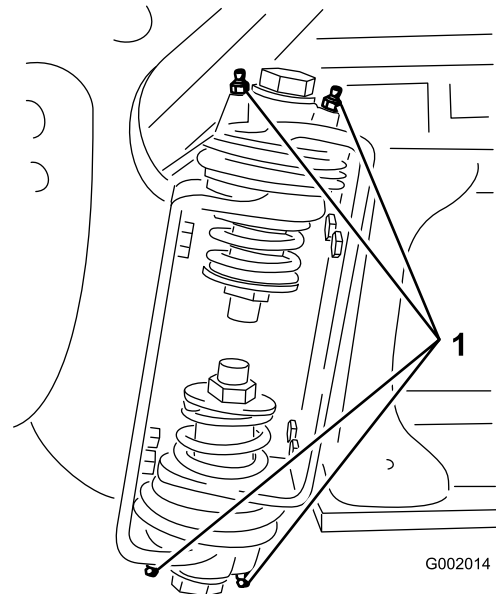

Figura 102
2. Introduza massa lubrificante no rolamento ou casquilho de cada união Figura 102.